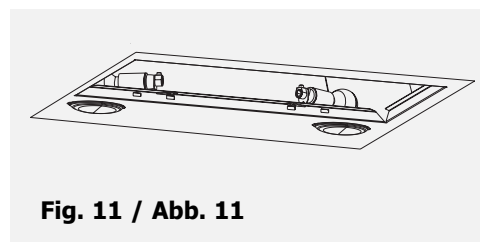

Fig. 11 / Abb. 11
2. Desenrosque a lâmpada E14-40W e substitua-a (**fig. 11**).